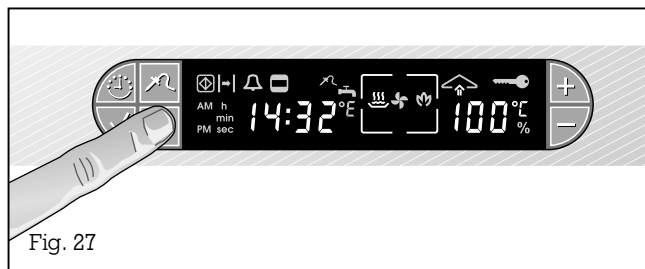

Fig. 27
- Appuyez sur la touche ↑ (vapeur à la demande/condensation) pendant au moins 1 seconde) (fig. 27).